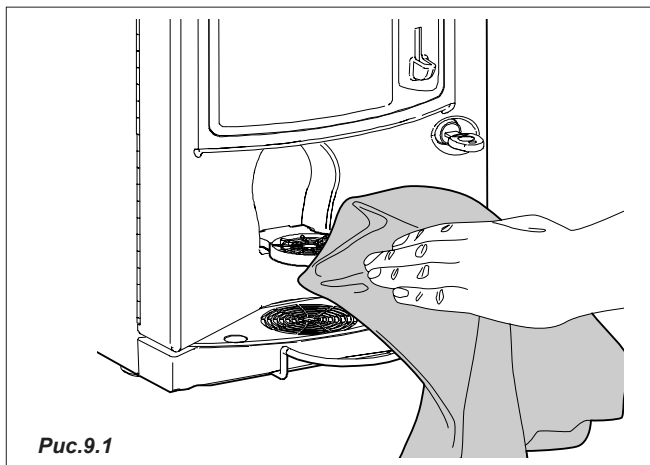
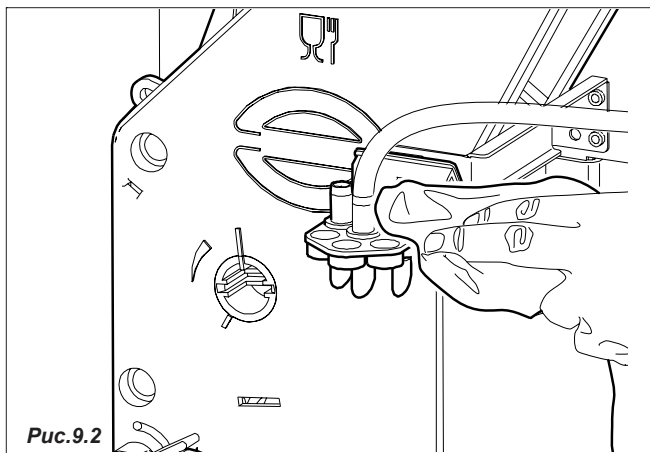

Рис.9.1
Рис.9.2
- промойте все видимые зоны выдачи. (Рис. 9.1 и Рис. 9.2)